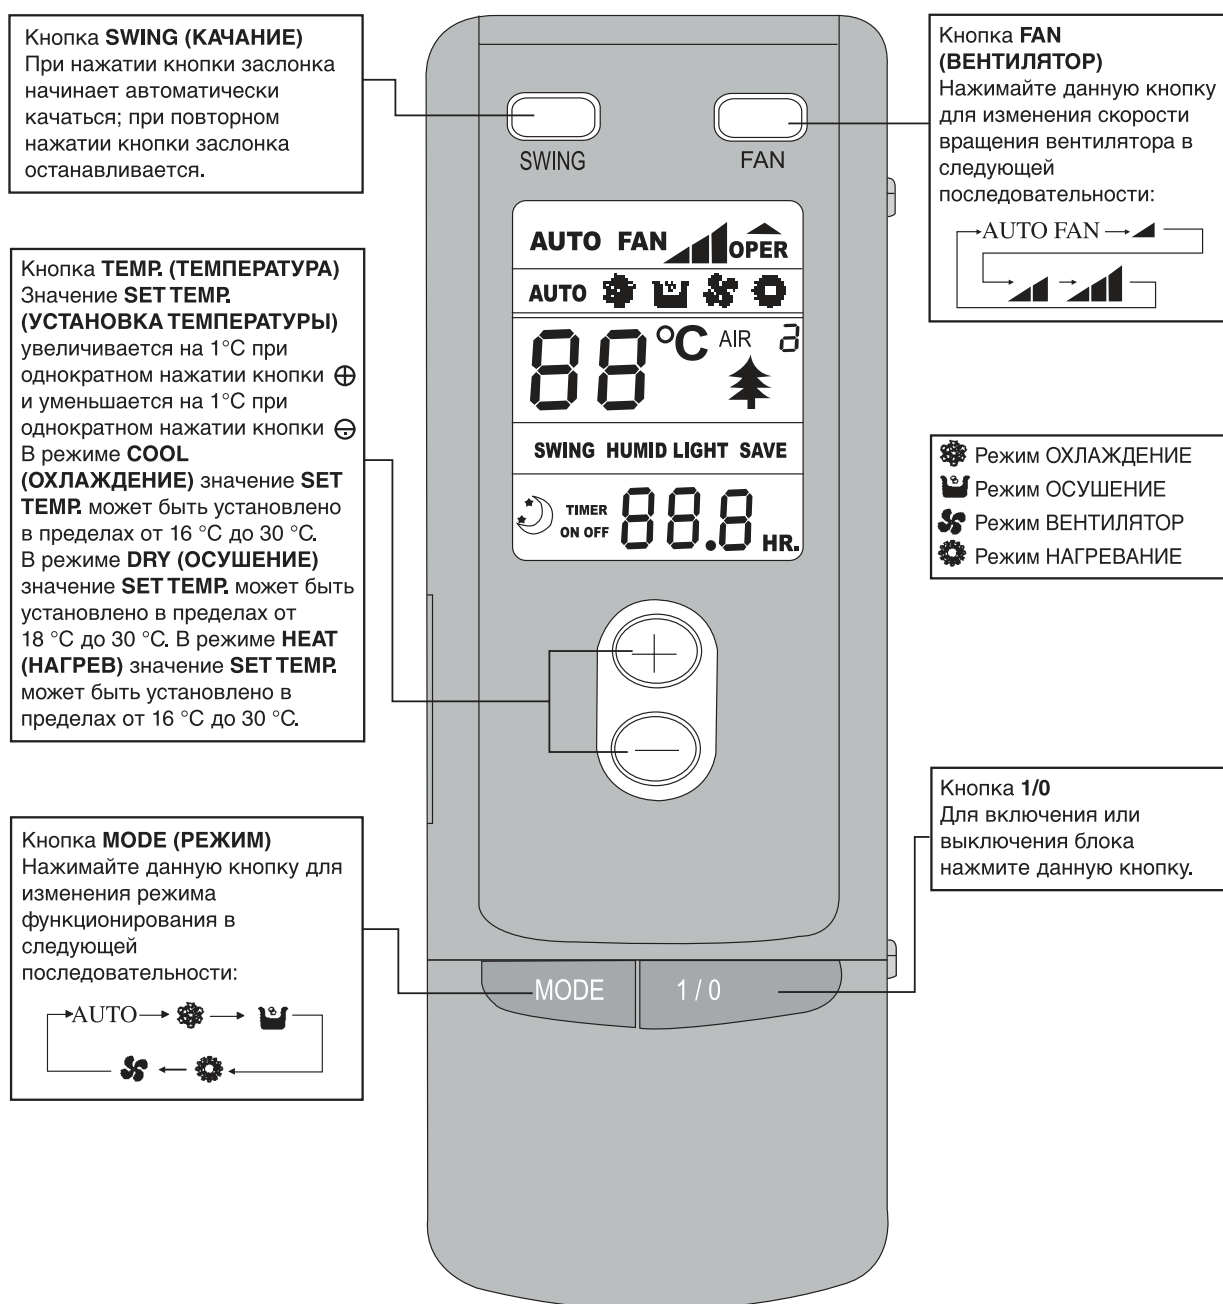

Рис. 3.1
3.1 Инфракрасный пульт управления Y-512 (рис. 3.1).